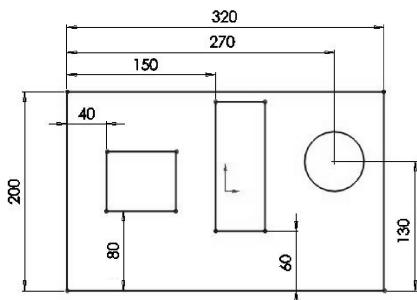

图 7-11 绘制布局草图
- 03 利用草图命令，绘制如图 7-11 所示的布局草图。